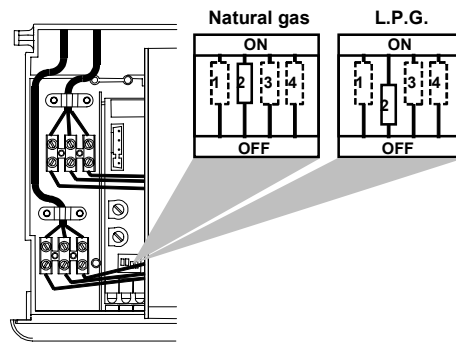

Fig. 7.2
- 9 set correctly the dip-switch "2" (Fig. 7.2) in accordance with the following table.
- 9 Правильно установите микропереключатель "2" (рис. 7.2) в соответствии со следующей таблицей.